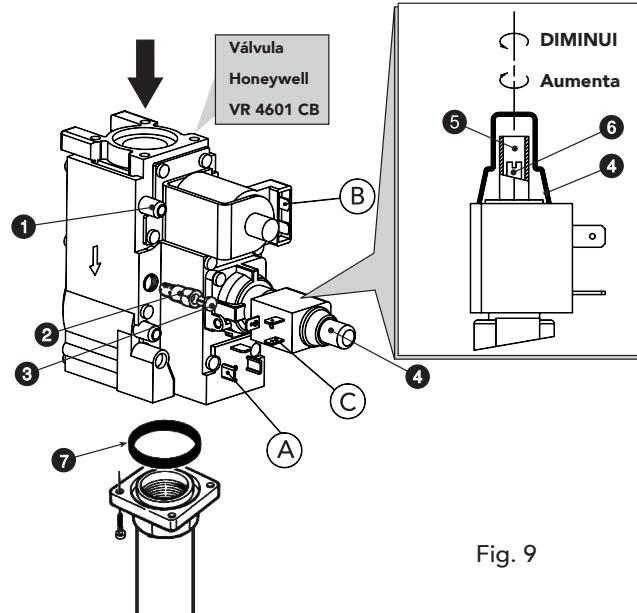

Fig. 9
- 3 Retire da válvula de gás o pequeno tampão 3 (fig. 9), enrosque na válvula o regulador "STEP" de ignição 2 contido no kit de transformação, e volte a montar o tampão 3 no regulador.
Efectue as mesmas operações acima descritas, tendo o cuidado de retirar o regulador "STEP" de ignição 2 da fig. 9 da válvula de gás; o tampão 3 da fig. 9 deve ser montado directamente na válvula.